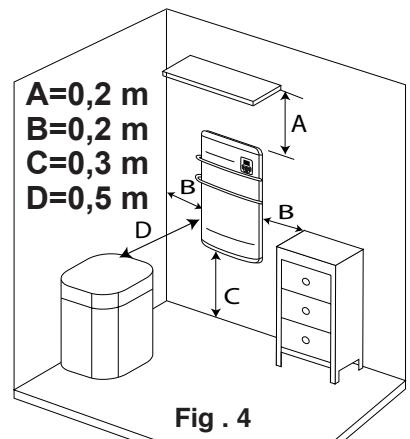

Fig. 4
- Respecter les distances minimales d'installation au sol (30 cm), aux parois (20 cm), aux meubles (20 cm) etc... (Fig. 4).